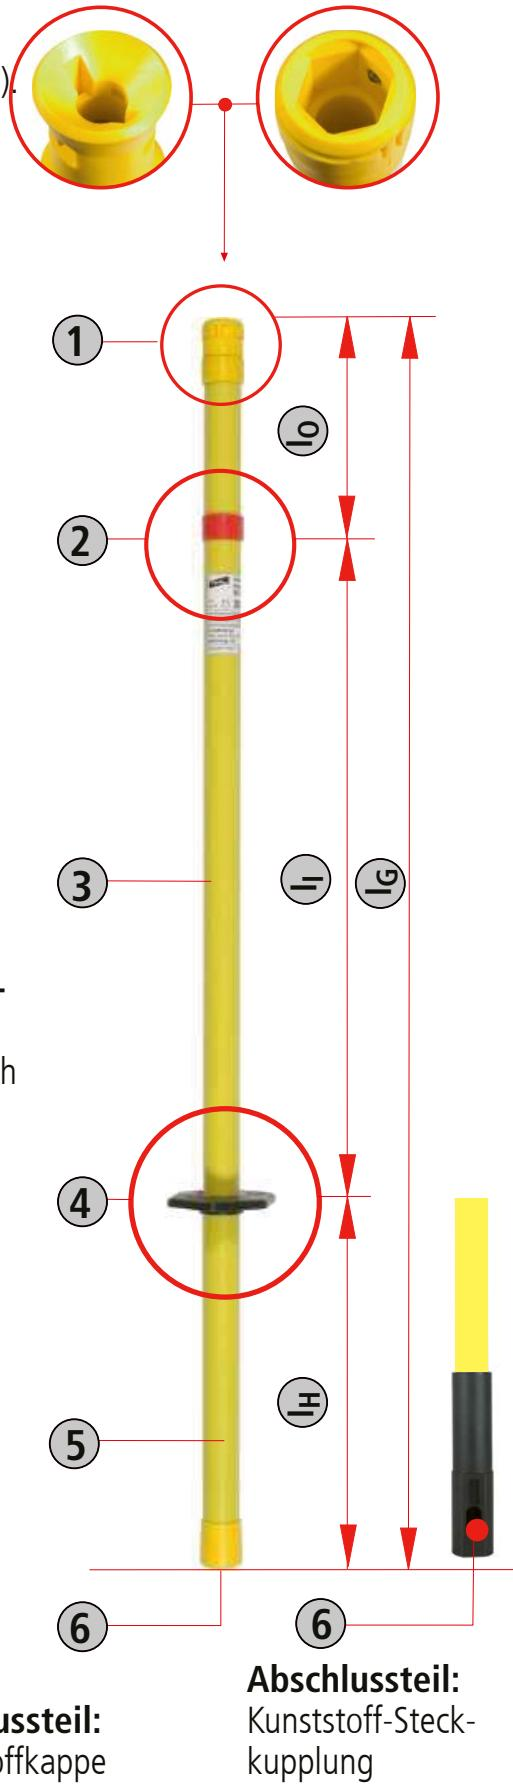

Fig. 3.2
- 2.8 Der für die Nennspannung bemessene Isolierteil ist durch die Begrenzungsscheibe und den Roten Ring gekennzeichnet (siehe Fig. 3.2, Seite 11 und 3.2.1.1 Seite 12).
Die **Isolierstange IS ...** besteht aus **Kupplung** ①, **Roten Ring** ②, **Isolierteil** ③, **Begrenzungsscheibe (Handschutzteller)** ④, **Handhabe** ⑤ und **Abschlussteil** ⑥ (siehe Fig. 3.2)
Der für die Nennspannung bemessene **Isolierteil** ③ ist durch die **Begrenzungsscheibe** ④ und den **Roten Ring** ② gekennzeichnet (siehe Fig. 3.2).